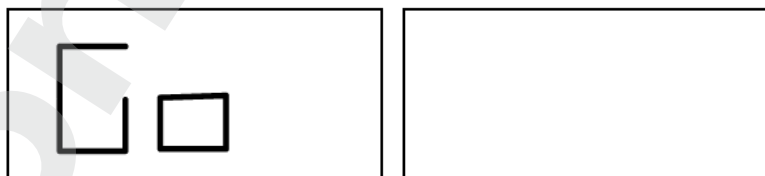

Рис. 5.5 Сообщение "Выполните запуск"
- Нажмите [P4]  Появится сообщение, рисунок 5.5;